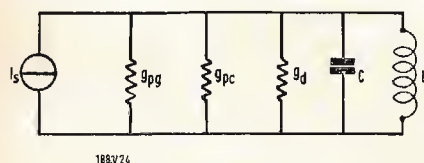

Fig. 7.3-1
7.3. Ponendo  $C = C_d + C_{pg} + C_{pc}$  ricordando che  $C_d = 7,3 \, \text{pF}$  (7.1-11) si ottiene il circuito di fig. 7.3-1.